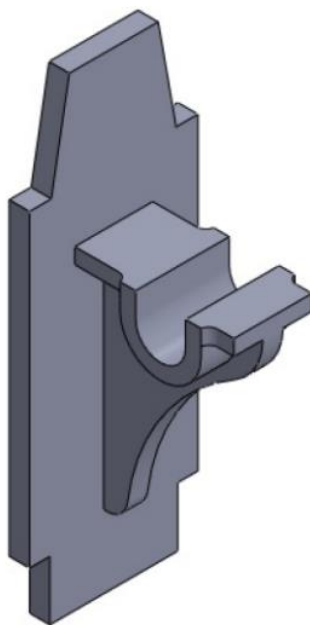

Рисунок 5.13 – Модель після створення ребра
- д) Створити ребро за допомогою інструмента **Rib** (Ребро) (рис. 5.13).